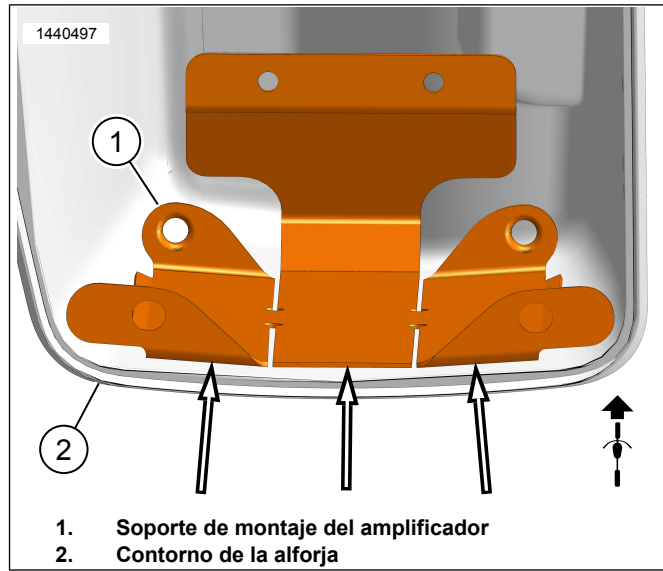

Figura 13. Contorno de la alforja
- b. Vea la Figura 13. Utilice las ranuras en el soporte de montaje (1) para doblar y ajustarse al contorno de la alforja (2) sin balancearse. Esto asegurará un mejor contacto y adherencia con la cinta. No quite la cinta en este momento.